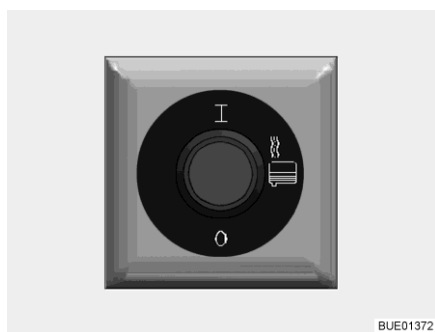

Fig. 185 Interruttore per riscaldamento acque grigie
- Accensione: ■ Premere l'interruttore (Fig. 185) verso l'alto. Il riscaldamento delle acque grigie è inserito e impedisce che i componenti riscaldati congelino.